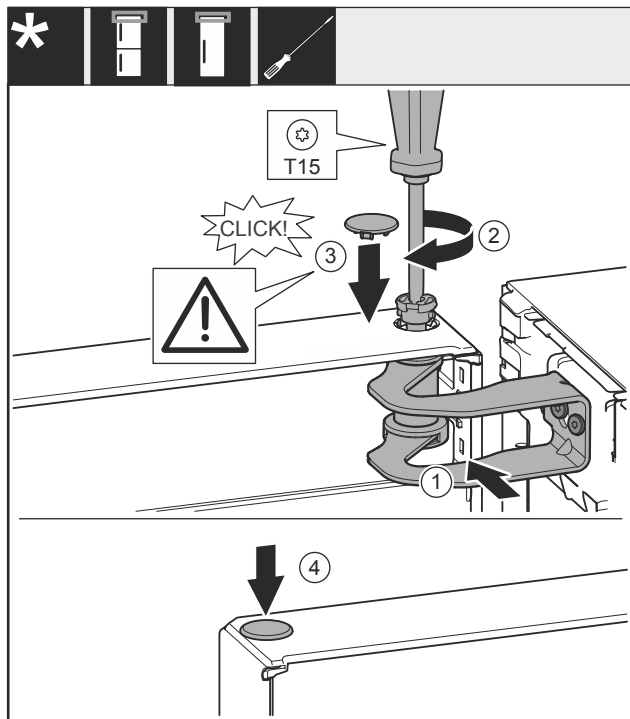

Fig. 22
- ▶ Igazítsa a csapágybak Fig. 22 (1) nyílásához az ajtót.
- ▶ Helyezze be a csapszeget Fig. 22 (2), és húzza meg csavarhúzóval.
- ▶ Helyezze be a fedelet Fig. 22 (3).
- ▶ Ellenőrizze, hogy a fedél Fig. 22 (3) felfekszik-e az ajtóra.
- ▶ Helyezze be a fedelet Fig. 22 (4).